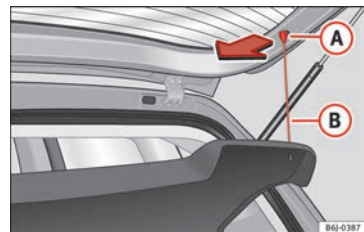

Fig. 120 Bandeja portaobjetos.
- Desenganche los tirantes » » » fig. 120 **(A)** de los alojamientos **(A)**.